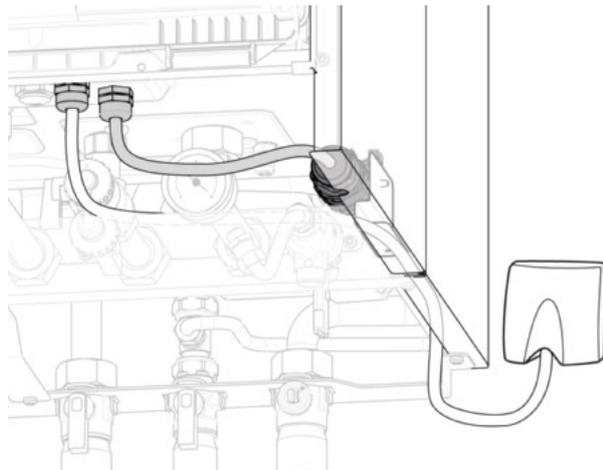

fig. 22 - Durchführung der NT-Stromkabel
- Steckverbindung seitlich am Heizkessel befestigen (2 Schrauben) (fig. 22).